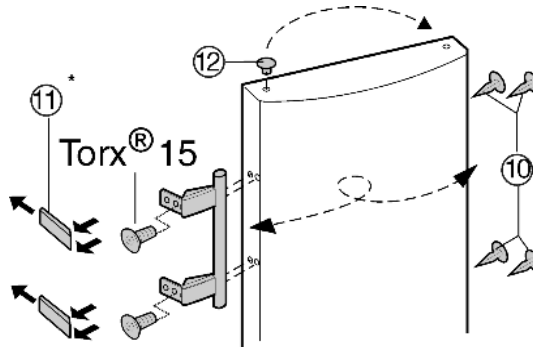

Fig. 8
- ▶ Lyft ut pluggen Fig. 8 (12) från dörlagerbussningen och flytta den.
- ▶ Demontera handtag, pluggar Fig. 8 (10) och tryckplattor Fig. 8 (11) och flytta dem till den motsatta sidan.